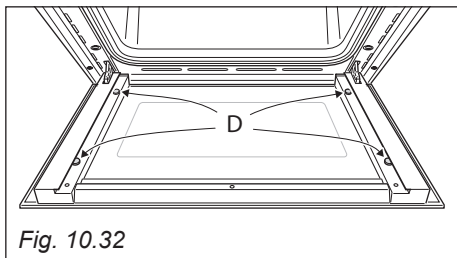
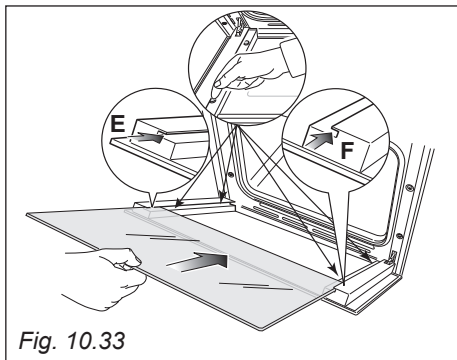
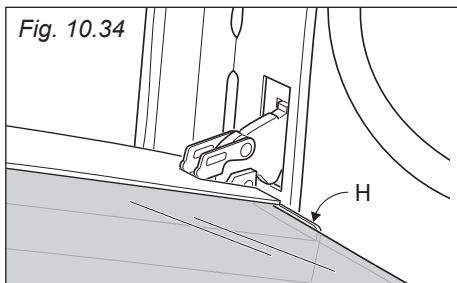

Fig. 10.32
Fig. 10.33
Fig. 10.34
- Verificare che i 4 distanziatori "D" siano nella loro posizione (fig. 10.32). **IMPORTANTE:** È consigliabile, durante l'inserimento del vetro, tenere premuti in posizione i 4 distanziatori "D", mediante un dito, al fine di evitare la rottura o lo sfilamento dei distanziatori stessi (fig. 10.33).
- Inserire il vetro nelle guide "E" ed "F" (fig. 10.33) e farlo scorrere dolcemente fino ai fermi "H" (fig. 10.34).